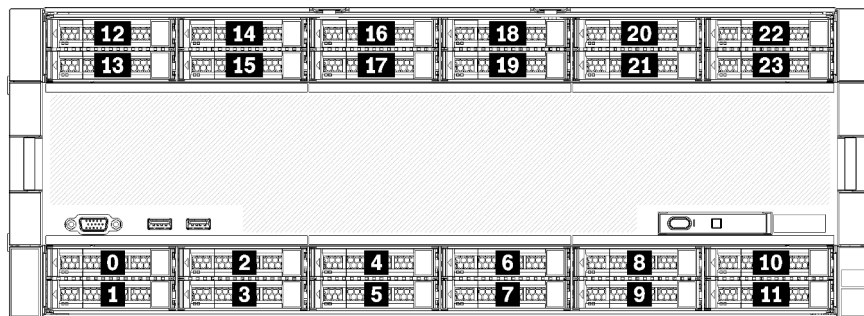

Figure 7. Emplacements des baies d'unité
- Les deux unités supérieures prennent en charge les interfaces SAS, SATA ou NVMe (Lenovo, AnyBay). Le serveur peut prendre en charge jusqu'à 12 unités NVMe, selon la configuration du serveur. Les baies d'unité NVMe compatibles sont les baies paires, comme illustré dans Figure 7 « Emplacements des baies d'unité » à la page 18.